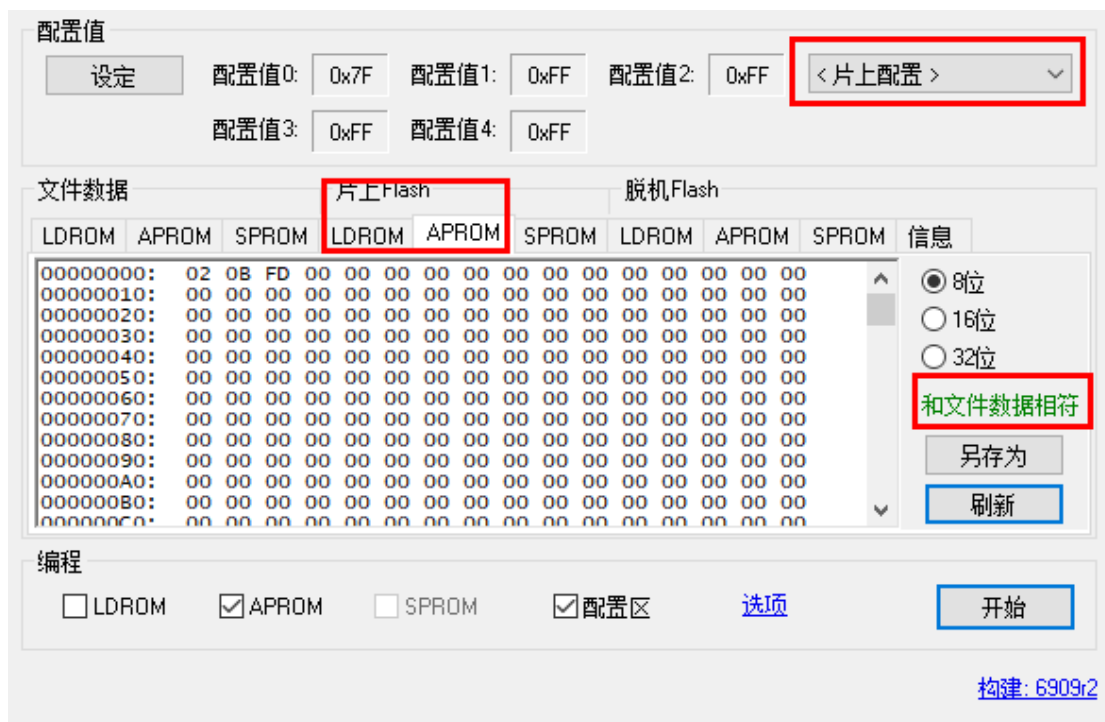

图 3-3 读出数据
- 5) 分别选中配置字(选项字节)，【片上配置】、片上 flash 的【APROM】选项后，【刷新选项】将分别读出 APROM、LDROM（如果有）、配置字(选项字节)的数据，如图 3-3 所示；